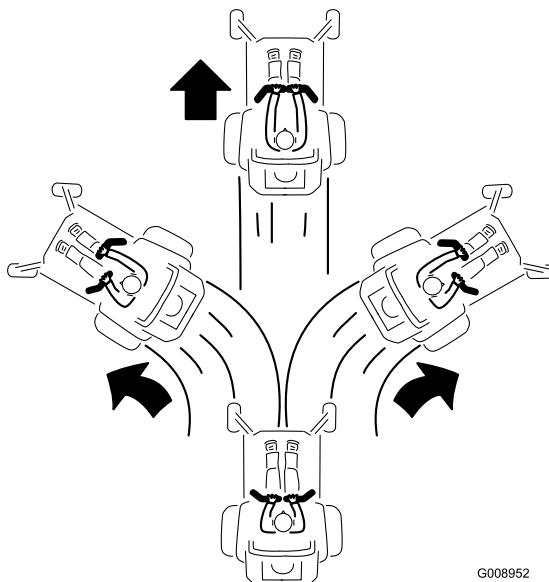

Bild 25
2. Drücken Sie die Fahrantriebshebel langsam nach vorne, um vorwärtszufahren (Bild 25).